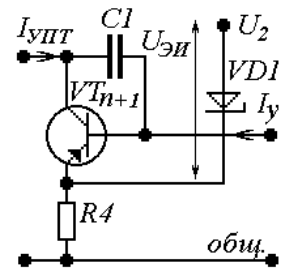

Рис.13. Вариант 1
$$U_{K_{n+1}} = (1 + \delta_1) U_{2ном} - \sum_{l=1}^n U_{БЭ_l}, \text{ для рис. 13, 14.} \quad (30)$$
$$U_{ЭИ} = 0.5U_{2ном}, \text{ для рис. 13, 14.} \quad (35)$$
$$R_4 \leq \frac{U_{2ном} - U_{ЭИ}}{I_{cm1min} + I_{УПТmax}}, \text{ для рис. 13, 14.} \quad (37)$$